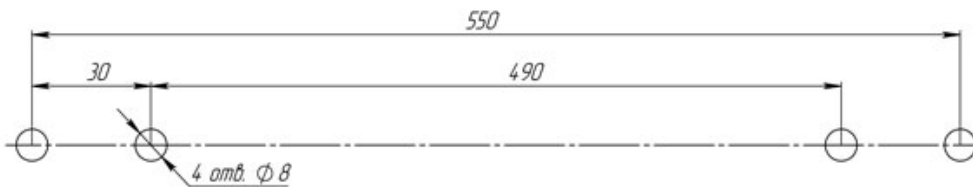
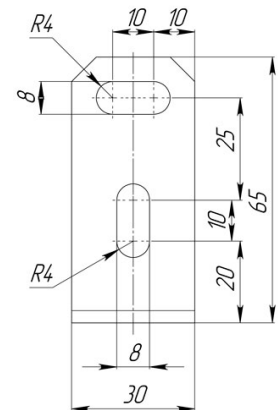

Рис. 5
Рис. 6
6.7.4 Просверлить отверстия под монтаж светильника согласно карте отверстий Рис. 5, с учетом карты отверстий крепления потолочного Рис. 6.